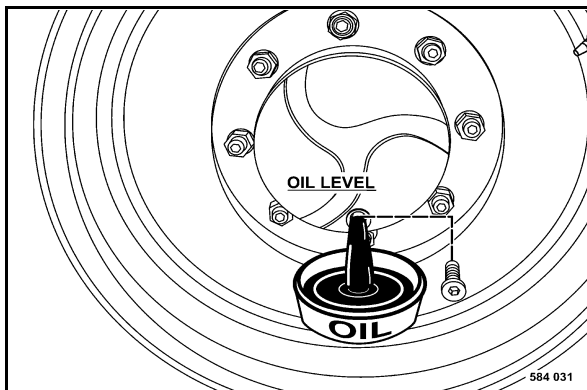

fig. 166
- Déplacer la roue motrice de sorte que le bouchon d'obturation (fig. 166) se trouve au point le plus bas.